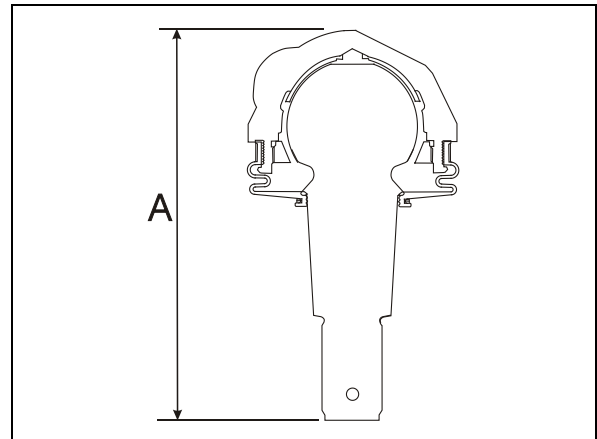

FIGURE 30: JOINT À ROTULE DE BRAS TRIANGULAIRE SUPÉRIEUR 16116
2. Utiliser un pied à coulisse pour mesurer la dimension A sur Figure 30.